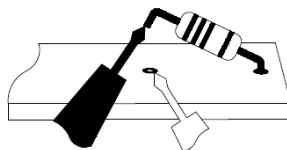
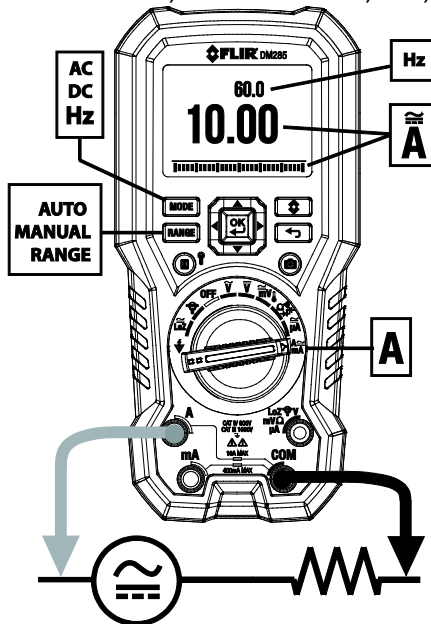
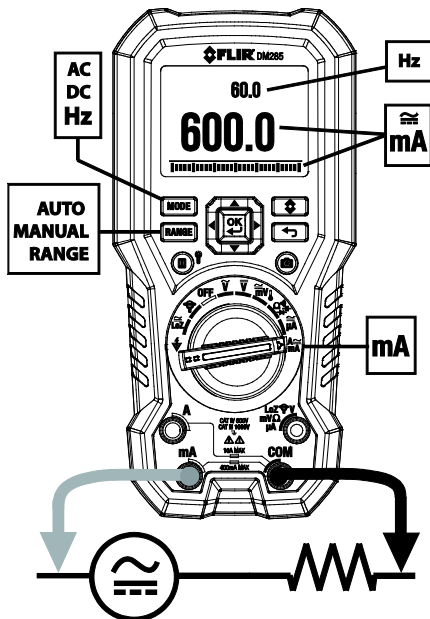
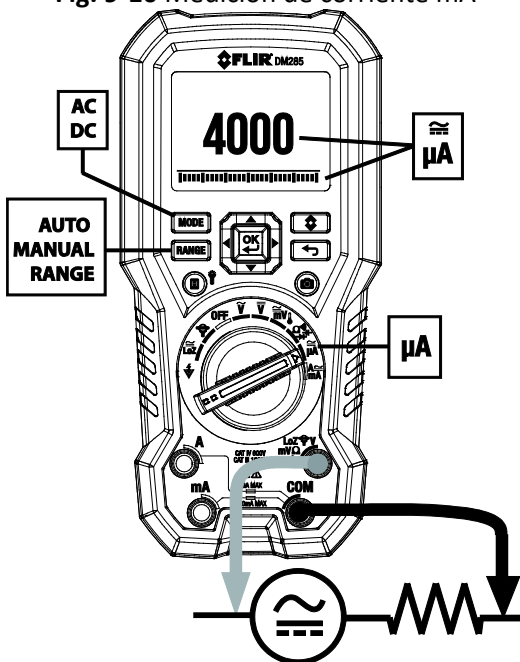

Fig. 9-8 Componente desconectado
Fig. 9-9 Medición de Corriente Alta 'A'
Fig. 9-10 Medición de corriente mA
Fig. 9-11 Medición de corriente uA
Para medición de corriente con cables de prueba, desconecte la parte a prueba y conecte los cables de prueba en serie con la parte, vea la Fig 9-8.
4. Conecte los cables del sensor en serie con la parte en conformidad con la **Fig. 9-8** y **Fig. 9-9** para mediciones 'A', **Fig. 9-10** para mediciones mA, o **Fig. 9-11** para mediciones μ A.